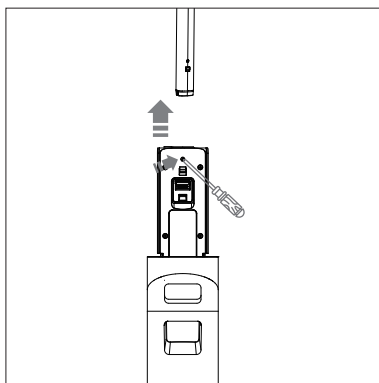

Fig. 29 – Retirada del asa
- ▶ Utilice una herramienta adecuada (p. ej., un destornillador) para presionar en la pequeña abertura situada debajo del asa y tire de ella hacia arriba para extraerla (**véase Fig. 29**).